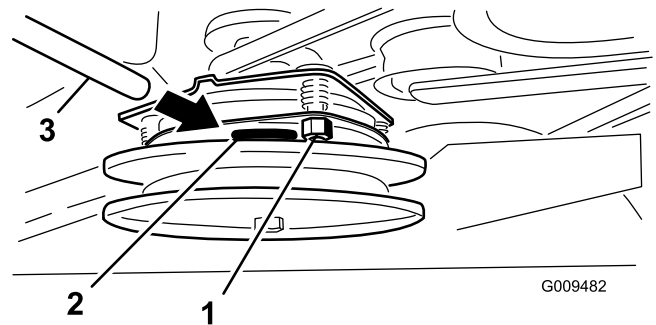

Figure 58
2. Si un réglage est nécessaire, réglez-le à 0,381 mm (0,015") pour chacune des trois positions de réglage. Serrez les contre-écrous jusqu'à ce que la jauge d'épaisseur fléchisse légèrement mais puisse bouger facilement dans l'entrefer (Figure 58).